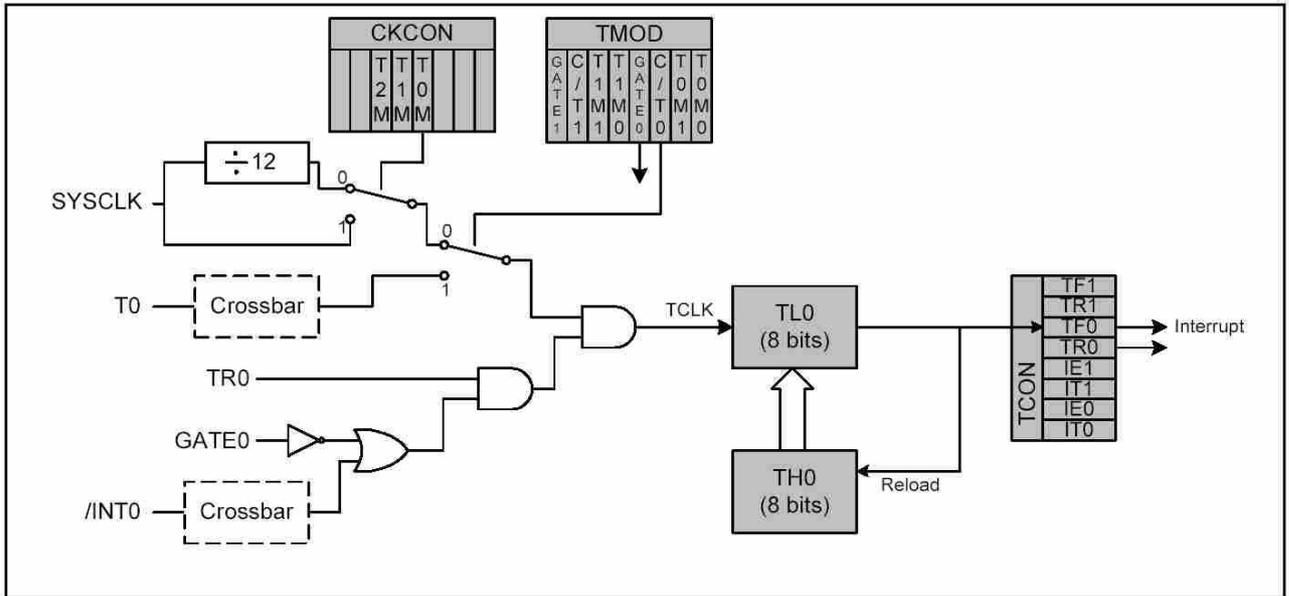

Рис.2.25. Функциональная схема режима 2 (для таймеров 0 и 1)
**Режим 2: 8-битный таймер/счетчик с автозагрузкой (Таймеры 0 и 1).** Режим 2 таймеров 0 и 1 рассчитан на их работу в качестве 8-битных таймеров/счетчиков с автозагрузкой начальной величины. В этом режиме регистр TL0 выполняет роль счетчика, а регистр TH0 содержит загружаемую величину. Когда регистр TL0 переполняется, устанавливается флаг TF0 (TCON.5) и начальная величина загружается из регистра TH0 в регистр TL0. Естественно, может генерироваться прерывание TF0, если оно разрешено. Перезагружаемая величина, содержащаяся в регистре TH0, не изменяется. Следует помнить, что перед тем, как разрешать работу таймера/счетчика, необходимо инициализировать регистр TL0. Таймер 1 функционирует аналогично таймеру 0. Рис.2.25. иллюстрирует работу таймеров 0 и 1 в режиме 2.